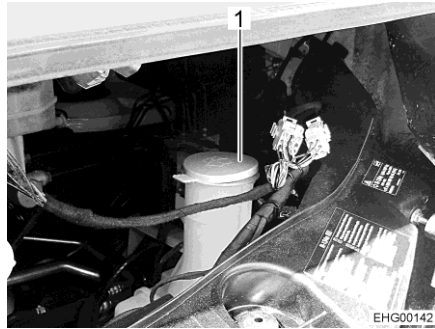

Fig. 40 Bocchettone di riempimento (contenitore dell'acqua di lavaggio)
- Rimuovere il coperchio (Fig. 40,1) del bocchettone di riempimento del contenitore dell'acqua di lavaggio.
- Premere il coperchio (Fig. 40,1) sul bocchettone di riempimento del contenitore dell'acqua di lavaggio.